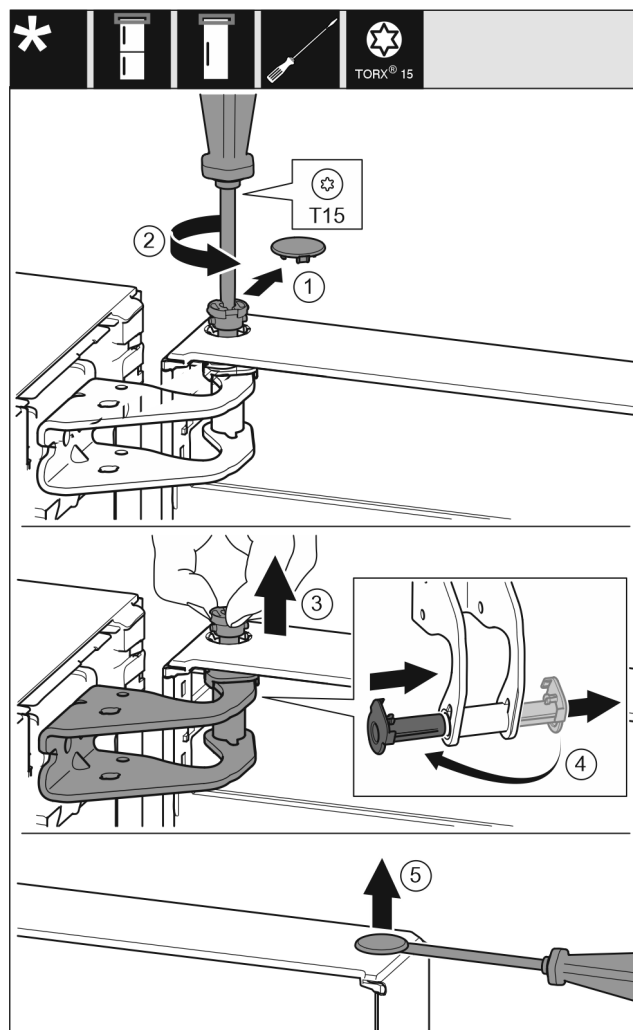

Fig. 9
- ▶ Ostrożnie zdjąć osłonę zabezpieczającą. Fig. 9 (1)
- ▶ Sworzeń wykręcić nieco przy pomocy śrubokręta T15. Fig. 9 (2)
- ▶ Przytrzymać drzwi i wyjąć sworzeń palcami. Fig. 9 (3)
- ▶ Tuleję łożyskową wyjąć z prowadnicy. Założyć z drugiej strony i zażębić. Fig. 9 (4)
- ▶ Zatyczkę ostrożnie podważyć przy pomocy śrubokręta i wyjąć z tulei łożyskowej drzwi. Fig. 9 (5)